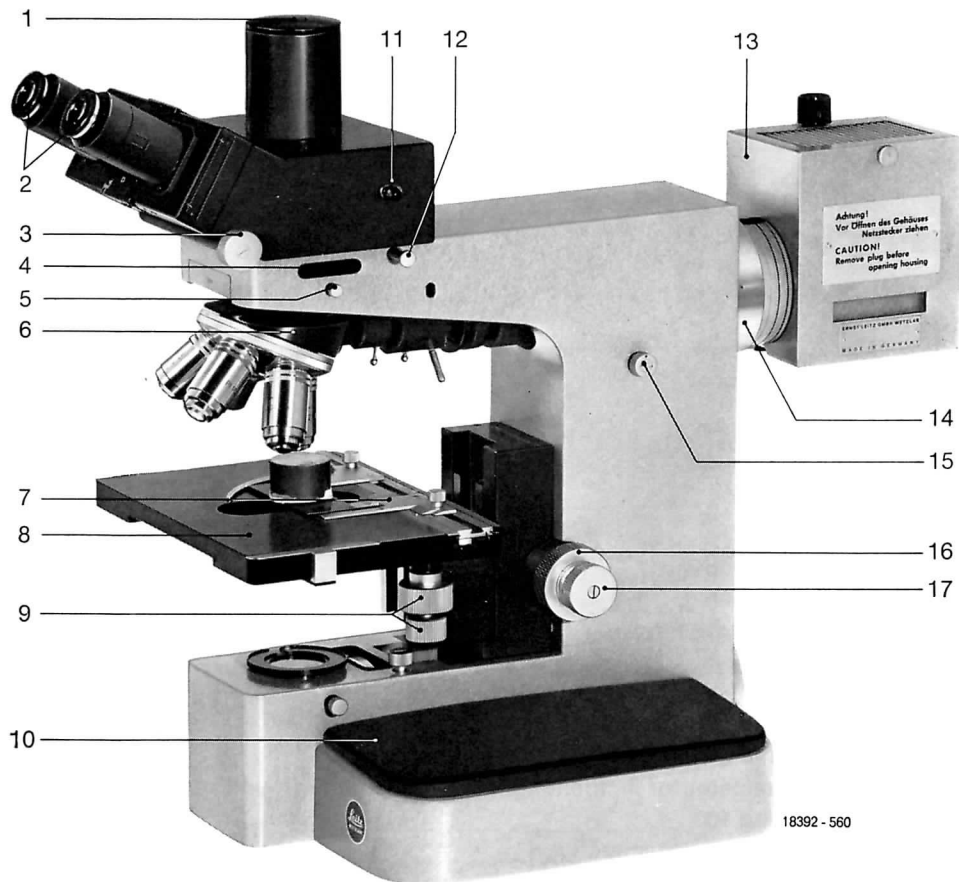

Fig. 1
* Fig. 1.16 indicates item 16, Fig. 1.